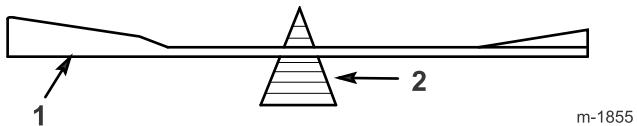

Figure 37
2. Vérifiez l'équilibre de chaque lame en la plaçant sur un équilibrEUR (Figure 37). Si la lame reste horizontale, elle est équilibrée et peut être utilisée. Si la lame est déséquilibrée, limer un peu le dos de la lame. Répétez la procédure jusqu'à ce que toutes les lames soient équilibrées.